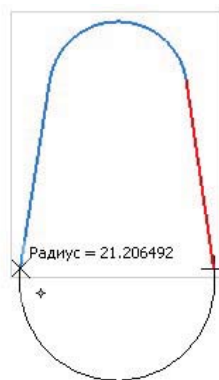

Рис. 5.10. Построение замкнутой кривой
- ◆ далее из конца дуги постройте второй отрезок, нажав кнопку **Отрезок**, из конца отрезка постройте дугу таким образом, чтобы получилась замкнутая кривая. У вас должно получиться, как на рис. 5.10.